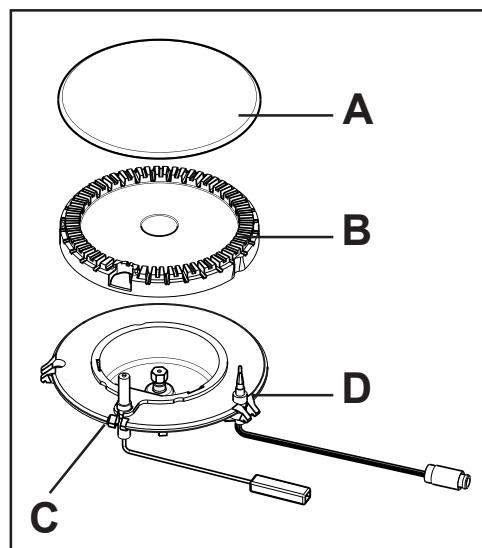

Fig. 1
- Manter o manípulo premido durante cerca de 5 segundos para que o dispositivo de segurança (Fig. 1 - "D") mantenha acesa a chama automaticamente.
- i** Se após algumas tentativas o bico não se acender, controlar que as tampas (Fig. 1 - "A") e os espalhadores (Fig. 1 - "B") dos bicos estejam colocados corretamente.
- Deve-se proceder regularmente a uma limpeza dos acendedores (Fig.1 - "C") com àgua quente e detergente, tendo cuidado em eliminar todas as possíveis incrustações.